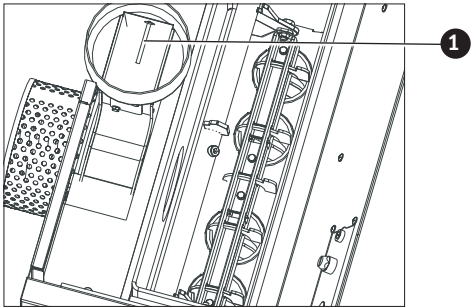

Fig. 36 Pulire le superfici riscaldanti superiori
- Pulire le sonde dei gas combusti (Fig. 36) con un panno morbido.
- Pulire completamente le parti superiori della superficie riscaldante – Fig. 36.